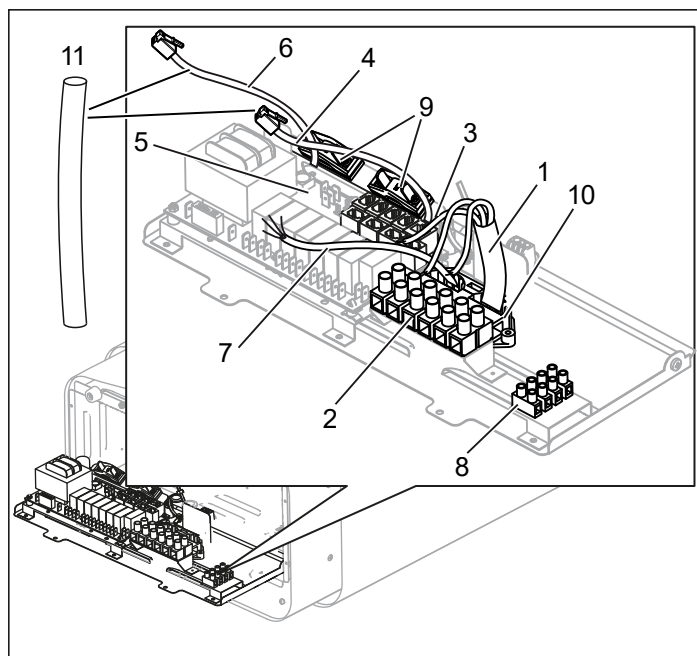
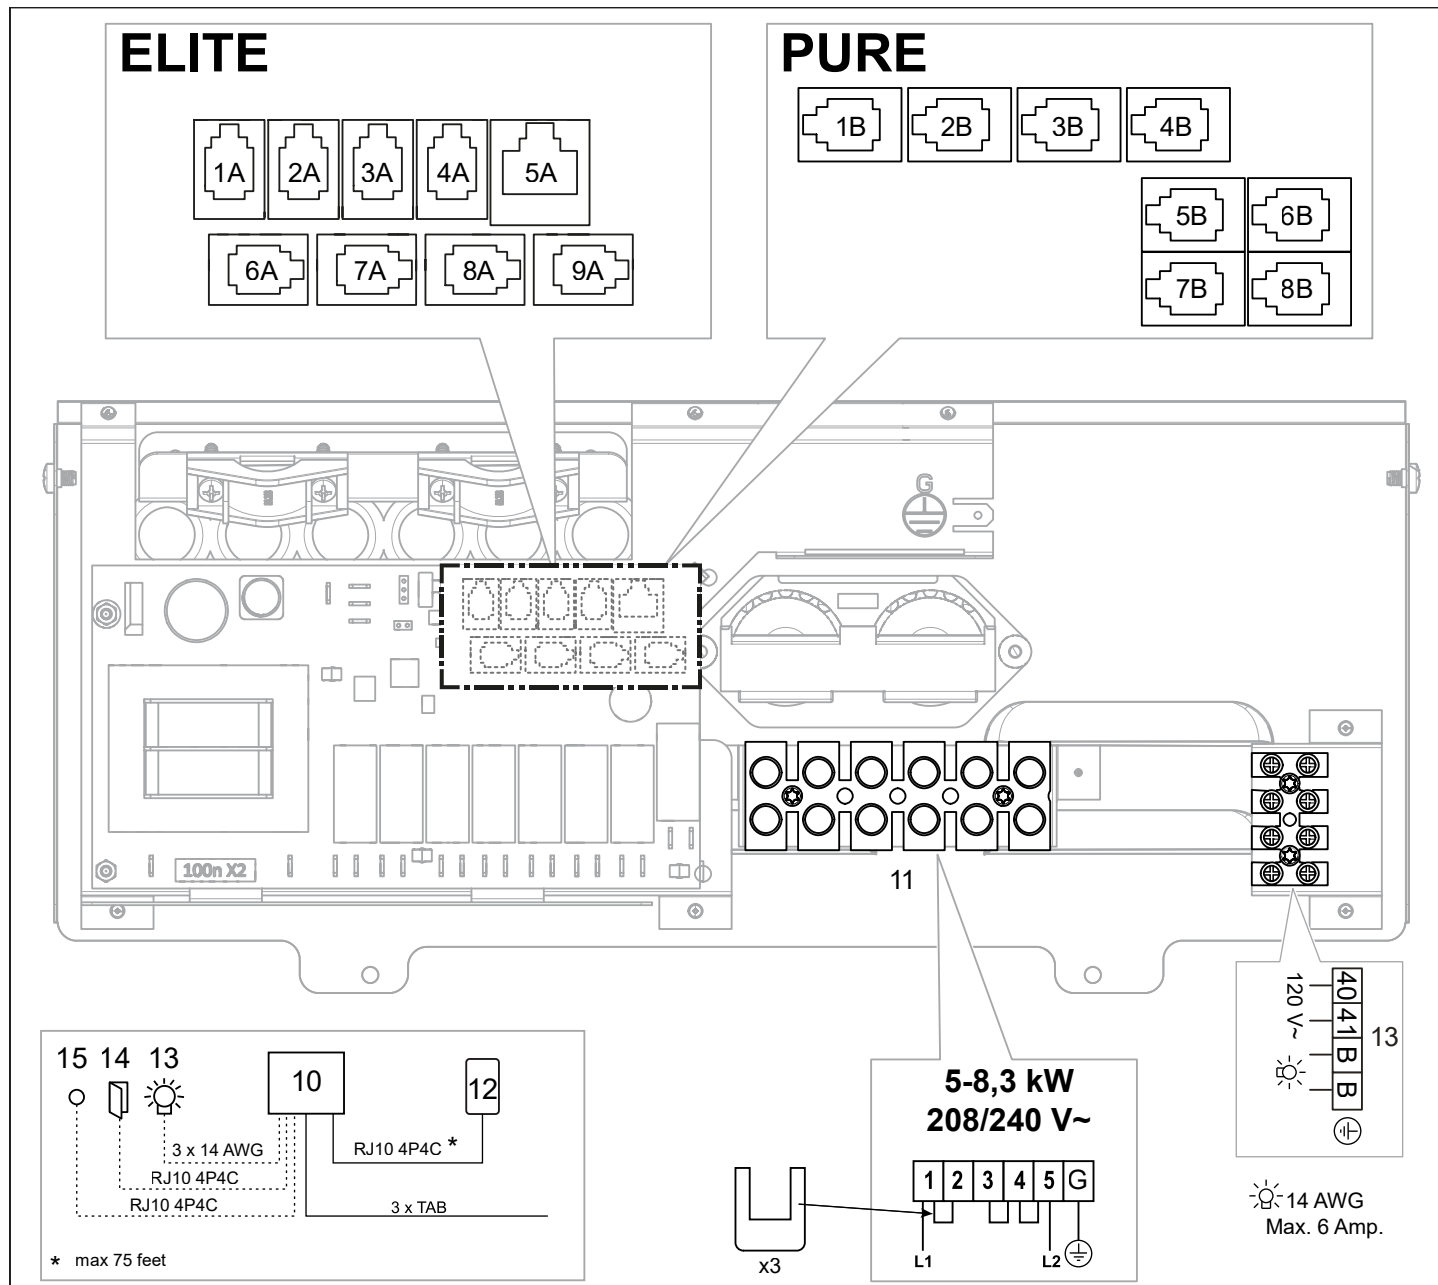

Fig. 10 : Carte électronique
Fig. 18 : Schéma de branchement
3. Raccorder le câble électrique (1) au bornier (2) (voir Fig. 10), en suivant le schéma de raccordement (voir le paragraphe Schéma de raccordement/branchement, page 23).
4. Acheminer les câbles du panneau de commande et de la sonde de température à travers les passe-câbles (3). Raccorder le câble du panneau de commande (4) à l'un des quatre connecteurs RS485 (pos. 6-9) (voir Fig. 10), en suivant le schéma de raccordement (voir le paragraphe Schéma de raccordement/branchement, Fig 18 page 23).
5. Raccorder le câble des sondes d'humidité et de température (6) à l'un des quatre connecteurs RS485 (pos. 6-9) (5), en suivant le schéma de raccordement (voir le paragraphe Branchement/Schéma de câblage, Fig.18 page 23).
6. Raccorder le cas échéant le câble de l'éclairage (7) voir Fig. 10, au bornier (8) en suivant le schéma de raccordement Fig.18.
Pour un raccordement à d'autres tensions ou d'autres nombres de phases ne figurant pas sur le schéma Fig. 18, contacter le service de maintenance Tylö.